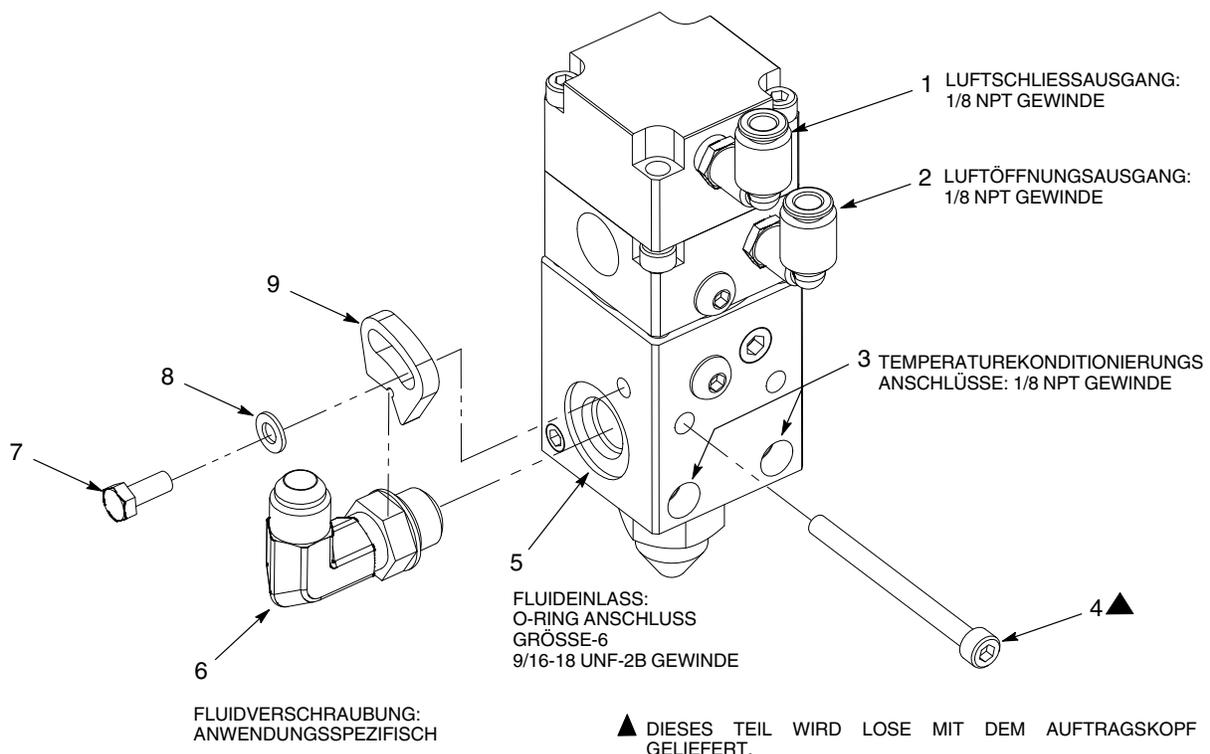

Abb. 6 Typische Einzelgerät-Installation (*XD Auftragskopf mit Temperaturkonditionierung abgebildet*)
1. Siehe Abb. 6. Die Passstifte (10) in den Auftragskopf stecken.
2. Den Auftragskopf mit den Schrauben (4) an der jeweiligen Halterung installieren. Die Schrauben mit 60 in.-lb (6,7 N•m) festziehen.
- a. Schraube (7), Unterlegscheibe (8) und Drehverriegelung (9) vom Auftragskopf abnehmen.
- b. Die passende Fluidanschlussverschraubung (6) im Fluideingangsanschluss (5) installieren und gut festziehen.
- c. Die Drehverriegelung (9) mit der Unterlegscheibe (8) und Schraube (7) an der Fluidanschlussverschraubung (6) installieren. Die Schraube fest anziehen.